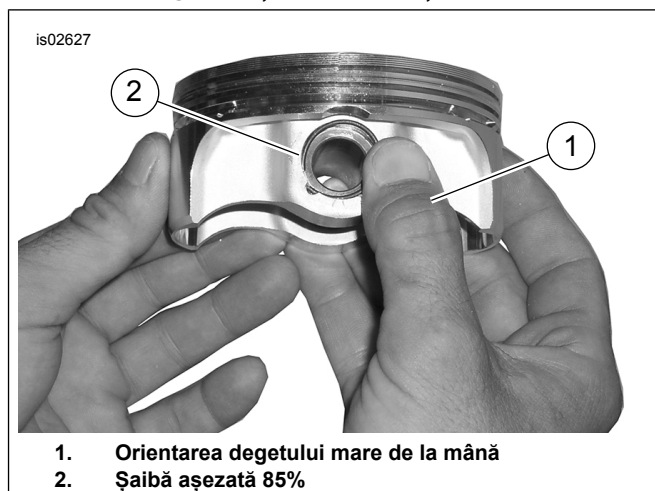

Figura 4. Montare șaiță
2. Consultați Figura 4 . Poziționați degetul mare de la mână (1) așa cum se arată. Apăsați ferm până când aproximativ 85% din șaiță (2) este așezată în canelură.